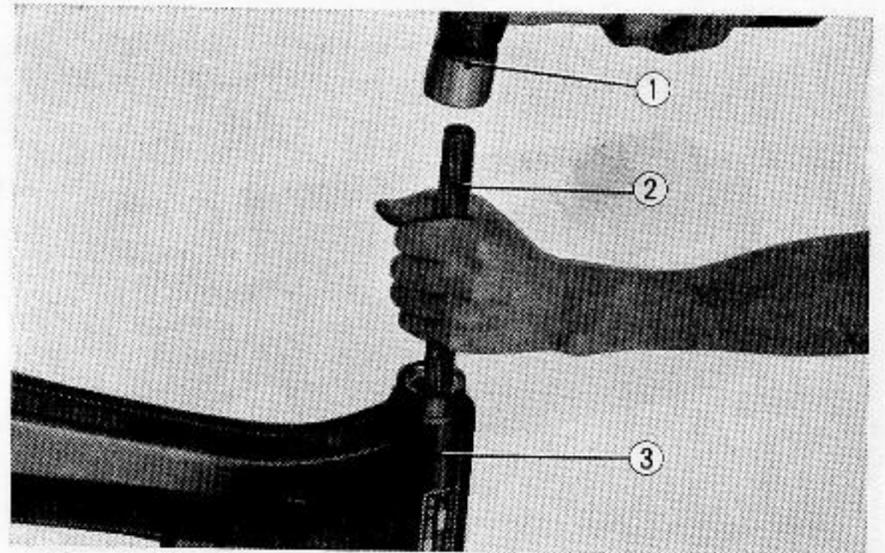

Abb. 4.38 Kugellaufring austreiben
① Stoplichtschalter
② Rahmen
- (13) Stahlkugeln entfernen und mit Hilfe eines weichen Dorns die Kugellaufringe vom Steuerkopfrohr austreiben. (Abb. 4.38)